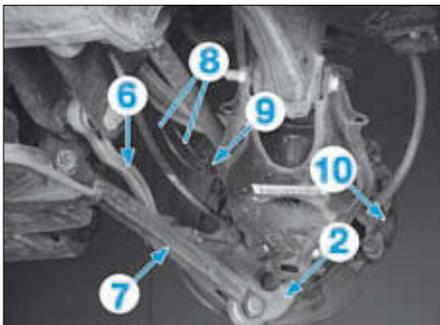

FIG. 8
- la barre d'accouplement (6) (Fig.8),
- le bras de poussée (7) du porte moyeu arrière (2).
- le faisceau électrique du capteur de vitesse (8) du support (9) et du support sur le passage de roue arrière,
- le faisceau électrique du capteur d'usure de garniture de frein (10).